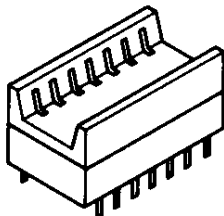

Abb. 42
4. Die Fassung für den Integrierten Schaltkreis (Abb. 42) ist auf der gedruckten Schaltung mit "IC" bezeichnet. Sie wird mit den 14 Anschlüssen von der Positionsdruckseite in die Löcher gesetzt.